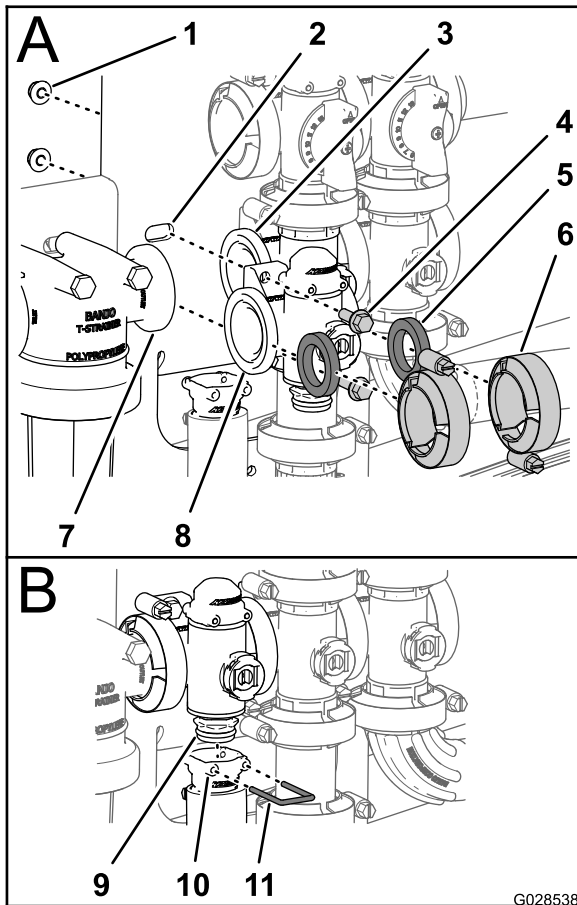

Figure 111
1. Placez joint entre les brides de du collecteur du régulateur de débit et de la tête du filtre sous pression (A de Figure 111).
2. Montez le collecteur du régulateur de débit, le joint et la tête du filtre sous pression avec un collier à bride serré à la main (A de Figure 111).
3. Placez un joint entre les brides du régulateur de débit et du collecteur de la vanne d'agitation (A de Figure 111).
4. Montez le collecteur du régulateur de débit, le joint et le collecteur de la vanne d'agitation avec un collier serré à la main (A de Figure 111).
5. Montez le régulateur de débit sur le support à l'aide des 2 boulons à embase et des 2 contre-écrous (A de Figure 111) que vous avez retirés à l'opération 3 de Dépose du régulateur de débit de collecteur \(page 75\), et serrez l'écrou et le boulon à un couple de 10 à 12 N·m.
6. Montez le raccord de sortie sur l'accouplement au bas du collecteur du régulateur de débit (B de Figure 111).
7. Fixez le raccord de sortie à l'accouplement en insérant un étrier de fixation dans la douille du raccord de sortie (B de Figure 111).